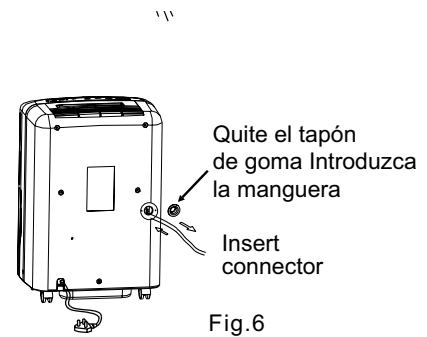

Fig.6
- Retire el tapón de goma de la parte posterior de la unidad y guarde en un lugar seguro (vea Fig. 6).